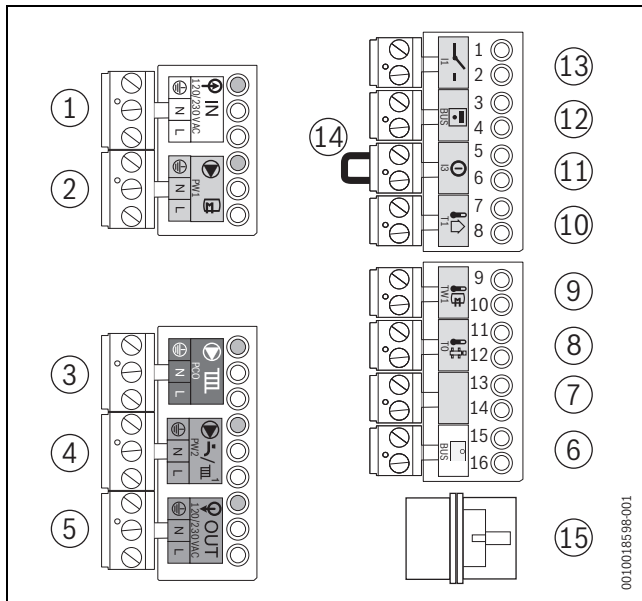

Bild 55 Klemmleisten
- ▶ Ein-/Aus-Raumtemperaturregler auf Anschlussklemme I1 (→ Bild 55, [13]) anschließen (Zubehör).
- ▶ Regler auf Anschlussklemme BUS (→ Bild 55, [6]) anschließen. Hierzu ein 2-adriges Stromkabel von 0,4 bis 0,75 mm² verwenden.
- ▶ Brücke (→ Bild 55, [14]) auf Anschlussklemme ① entfernen.
- ▶ Außentemperaturfühler auf Anschlussklemme T1 (→ Bild 55, [10]) anschließen.
- ▶ Speichertemperaturfühler auf Anschlussklemme TW1 (→ Bild 55, [9]) anschließen.
- ▶ Heizungspumpe an die grüne Anschlussklemme PCO (→ Bild 55, [3]) anschließen.
- ▶ Zirkulationspumpe an die lila Anschlussklemme PW2 (→ Bild 55, [4]) anschließen.
- ▶ Speicherladepumpe an die graue Anschlussklemme PW1 (→ Bild 55, [2]) anschließen.
- ▶ Externes 3-Wege-Ventil an die graue Anschlussklemme PW1 (\rightarrow Bild 55, [2]) anschließen.